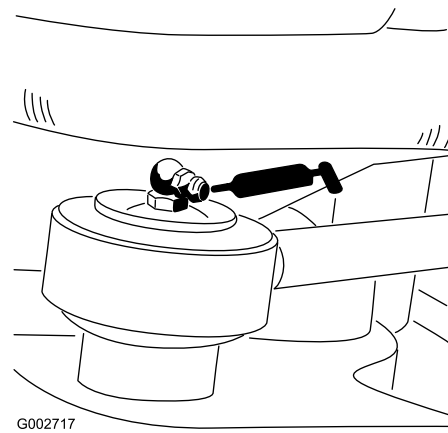

Figura 25
- Extremo de la biela de la dirección (1) (Modelo 08705 solamente) (Figura 25)